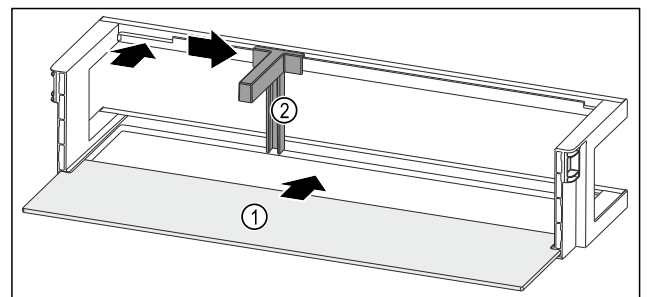

Fig. 92 Türabsteller mit Abstellfläche
- ▶ Abstellfläche Fig. 92 (1) in die seitlichen Einsparungen einschieben.
- ▶ Flaschenhalter Fig. 92 (2) in die Aussparung einsetzen.
- ▶ Flaschenhalter Fig. 92 (2) in gewünschte Position zur Seite schieben.